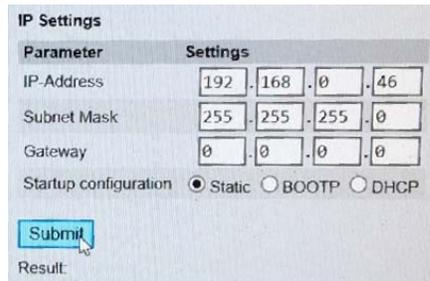

Figure 15 Fenêtre de l'adresse IP
16. Vérifier la ou les adresses IP de la ou des pompes nouvellement programmées. Voir la Figure 15.